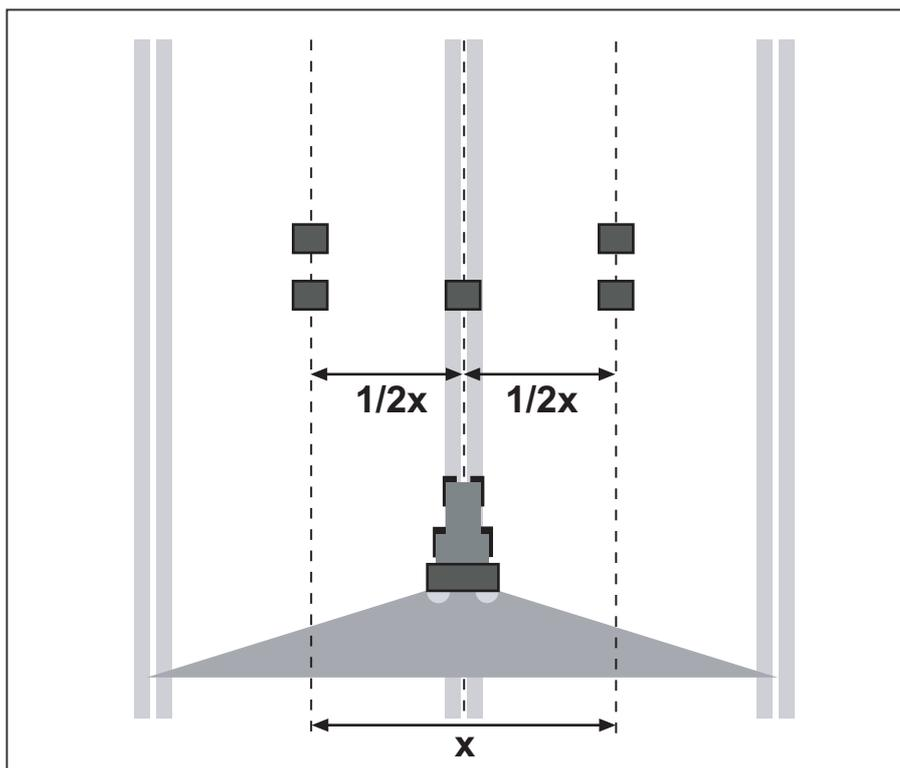

図 7.23: 1回走行の配置
- 図のように2つのトレーをオーバーラップゾーン（行路の間）に一行に置き（1 m 間隔）、1つを進路に配置します（図 7.23 を参照）。